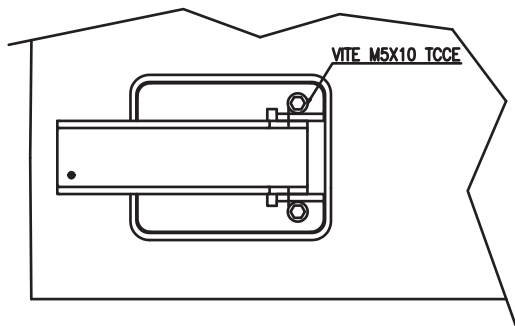

Fig.1/Abb1
- 3) Fix the new door with lever using the two supplied M5x10 TCCE screws (fig.1/Abb.1);
- 3) Fixer le nouveau volet à levier à l'aide des 2 vis M5x10 TCCE fournies (fig.1/Abb.1).